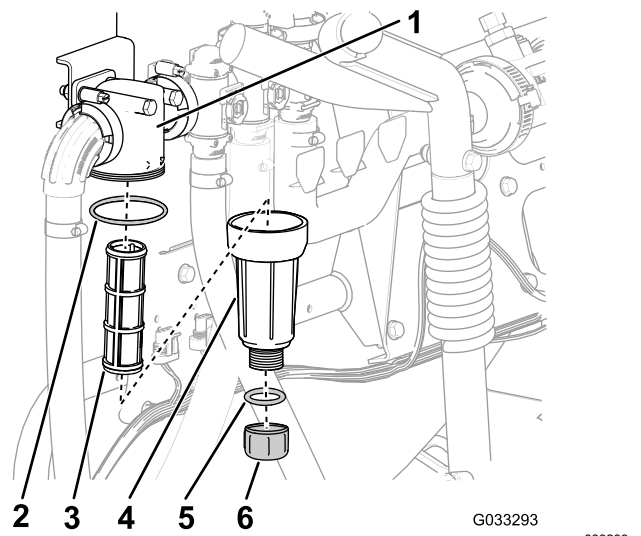

Bild 31
2. Stellen Sie eine Auffangwanne unter den Druckfilter (Bild 31).
3. Drehen Sie die Ablassschraube nach links und nehmen sie von der Glocke des Druckfilters ab (Bild 31).
4. Drehen Sie die Glocke nach links und nehmen den Filterkopf ab (Bild 31).
5. Entfernen Sie den Druckfiltereinsatz (Bild 31).
7. Prüfen Sie die Dichtung für die Ablassschraube (in der Glocke) und die Dichtung für die Glocke (im Filterkopf) auf Beschädigungen und Abnutzung (Bild 31).
8. Setzen Sie den Druckfiltereinsatz in den Filterkopf ein (Bild 31).
9. Befestigen Sie die Glocke am Filterkopf und ziehen sie mit der Hand an (Bild 31).
10. Befestigen Sie die Ablassschraube am Anschlussstück unten an der Glocke und ziehen sie mit der Hand an (Bild 31).